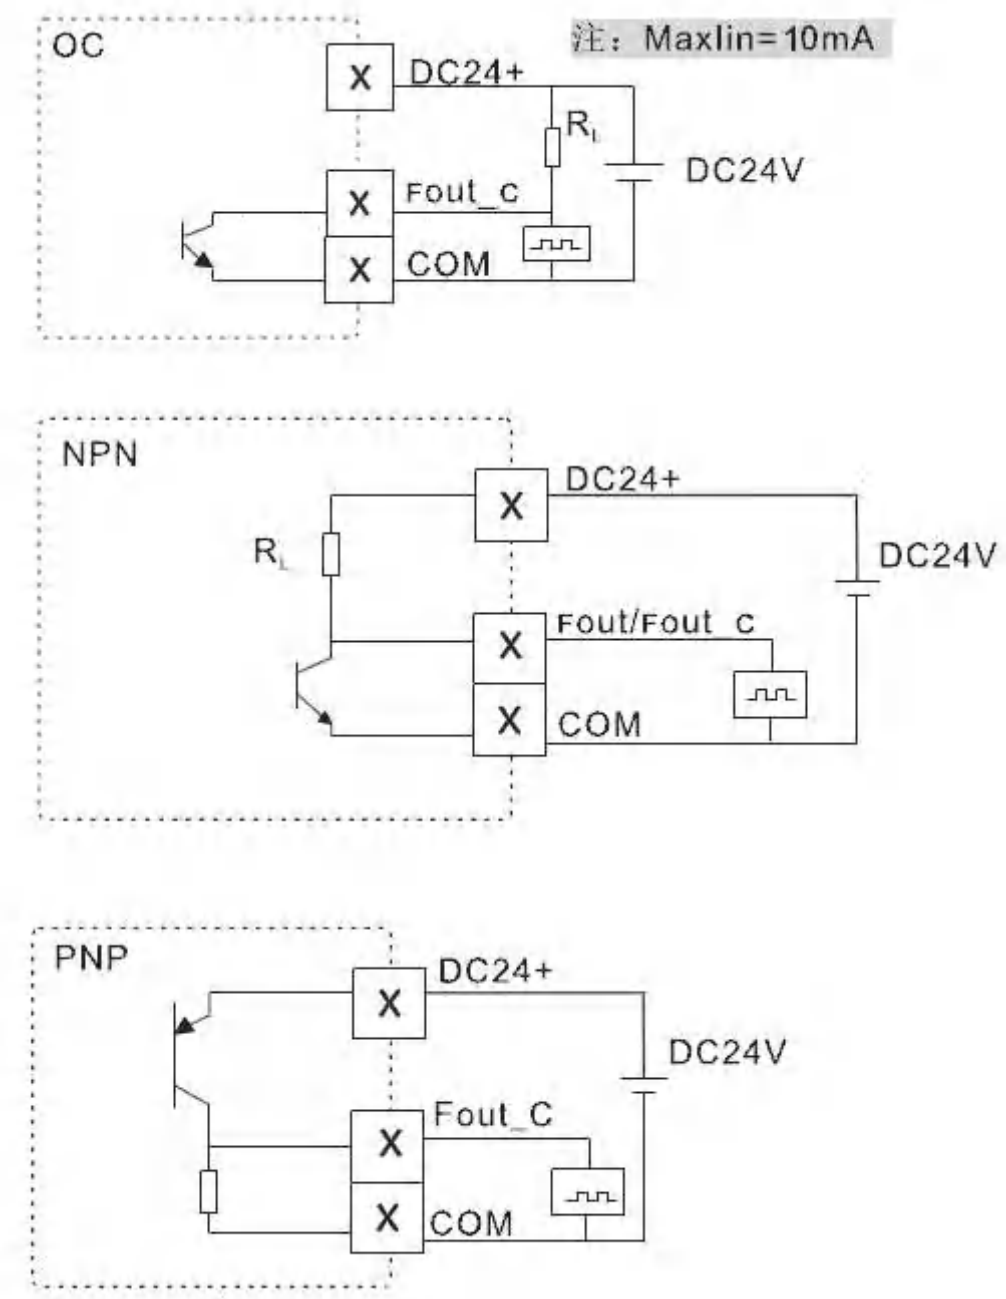

图3.2 脉冲/当量脉冲输出接线图
A. 如图 3.2，“脉冲输出方式选择开关”对应输出接线端子Fout_C，输出方式可通过跳线帽选择NPN、PNP或OC输出方式，跳线帽对应操作如表3-2，脉冲输出模式根据P-7屏的参数设置。